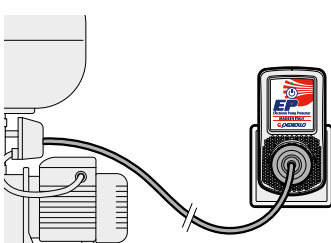

Fig. 3
- ✘ Insérer l'appareil EP dans la prise de courant (**Fig. 3**) et démarrer la procédure d'auto-apprentissage (voir manuel d'instructions).